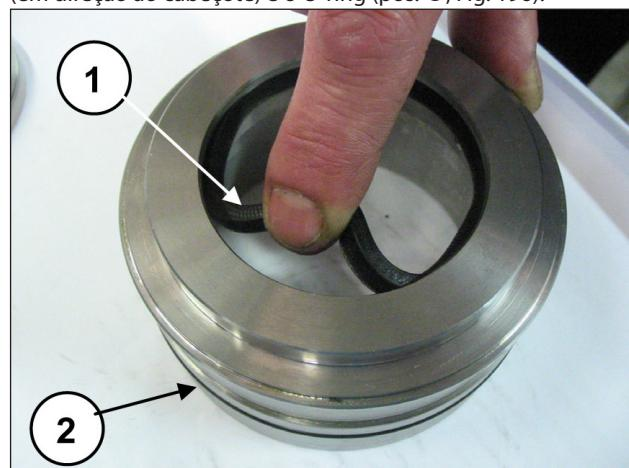

Fig. 196
Insira a junta de baixa pressão no suporte das juntas KC (pos. ①, Fig. 196) prestando atenção no sentido de montagem que prevê as bordas de estanqueidade para frente (em direção ao cabeçote) e o O-ring (pos. ②, Fig. 196).